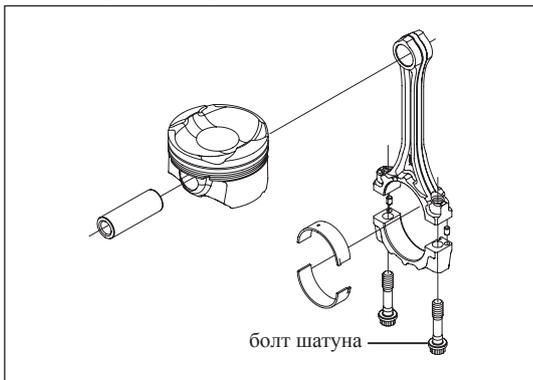

Рис. 13-3-20. Установка и затягивание за два прохода болтов шатунов
- ж) При установке болтов крышек шатунов (M8×37,5) необходимо нанести на резьбу и на стыковые поверхности небольшое количество масла, после чего затянуть их, как указано на Рис. 13-3-20.